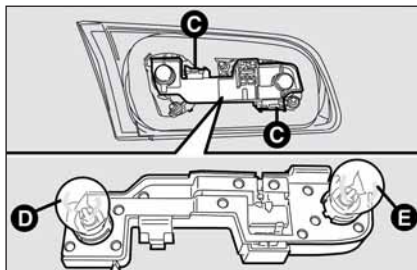

fig. 31
- comprimer vers l'intérieur les ailettes **C-fig. 31** de blocage du porte-ampoule et le dégager de son siège;
La disposition des ampoules du groupe optique est la suivante (**fig. 31**):